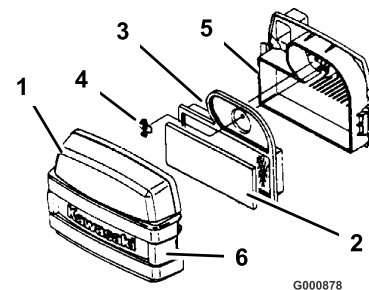

Figure 27
3. Nettoyez la surface autour du filtre à air pour éviter que des impuretés ne s'introduisent dans le moteur et l'endommagent. Dégagez les deux fixations latérales et déposez le couvercle du filtre à air (Figure 27).
4. Sortez délicatement l'élément en mousse de l'élément en papier (Figure 27).
5. Dévissez l'écrou à oreilles et retirez l'élément en papier (Figure 27).
1. Glissez délicatement l'élément en mousse sur l'élément en papier (Figure 27).
2. Posez l'ensemble filtre à air sur sa base et fixez-le avec l'écrou papillon (Figure 27).
3. Remettez en place et verrouillez le couvercle du filtre à air (Figure 27).